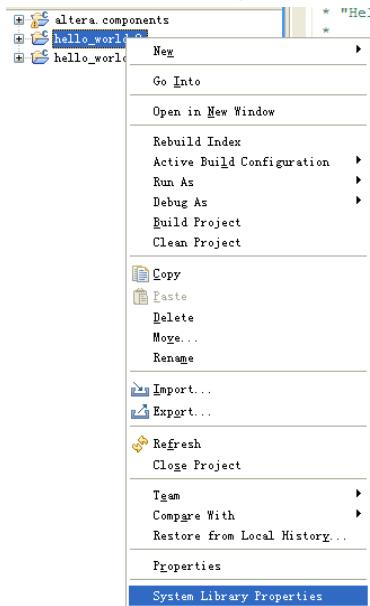

图 6-13 选择 System Library Properties
17. 在左侧 hello\_world\_0 工程处，右击选择 System Library Properties，如图 6-13。